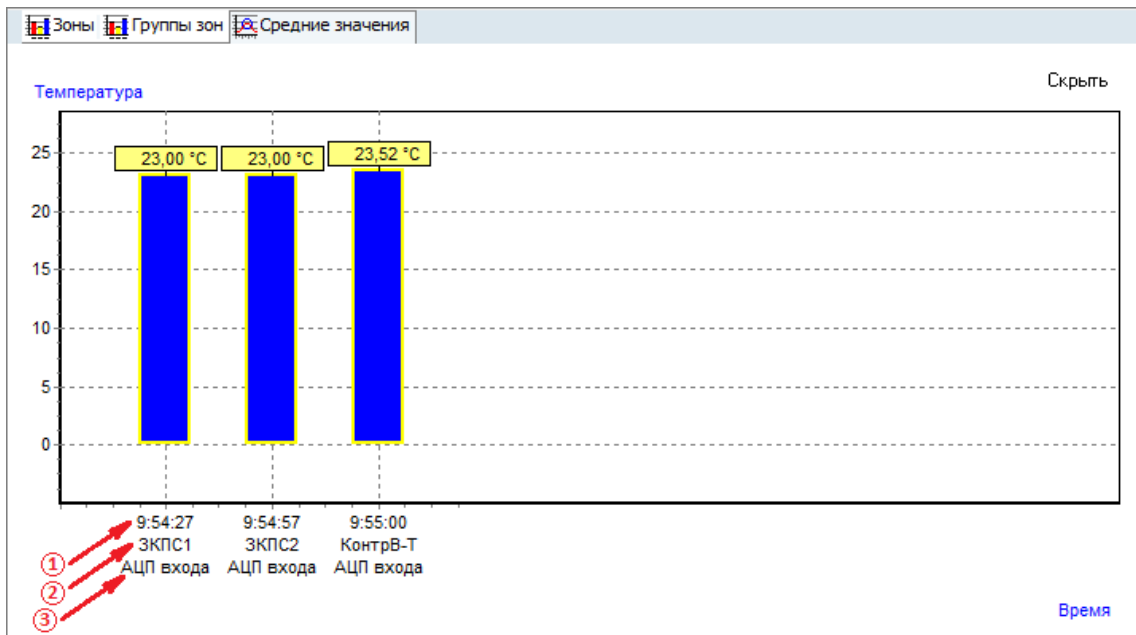

Рисунок 12-51 Диаграмма "Температура" активной вкладки "Средние значения".
- если активна вкладка «Средние значения», то (см. Рисунок 12-51):